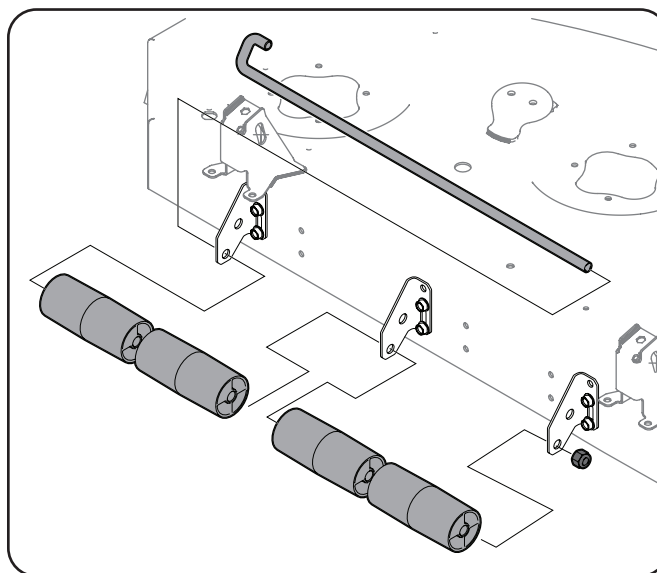

Figure 1-3
2. Alignez les rouleaux (n° 5) à l'intérieur des supports (deux par jeu de supports) et faites glisser la goupille du galet (n° 3) à travers le centre des galets et dans l'orifice de montage du support pour galet de droite. Consultez la Figure 1-3.
3. Sécurisez l'extrémité de l'axe de galet avec un écrou de blocage $\frac{1}{2}$ (n° 4). Consultez la Figure 1-3.